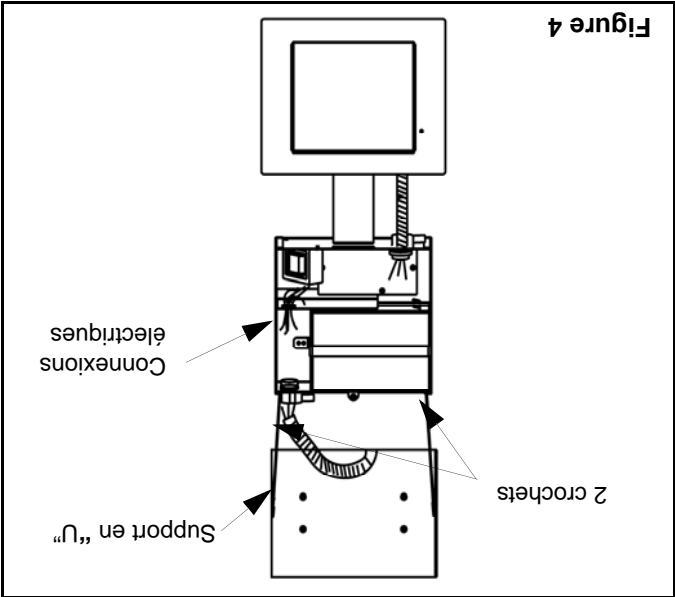

Figure 4
5) Installation de l'appareil dans le mur (Figures 4 et 5)
1. Suspendre l'unité à l'envers du support en " U " à l'aide des crochets de métal (voir la Figure 4). Ne pas suspendre l'unité directement aux extrémités de la cloison sèche, car cela pourra endommager la cloison sèche.